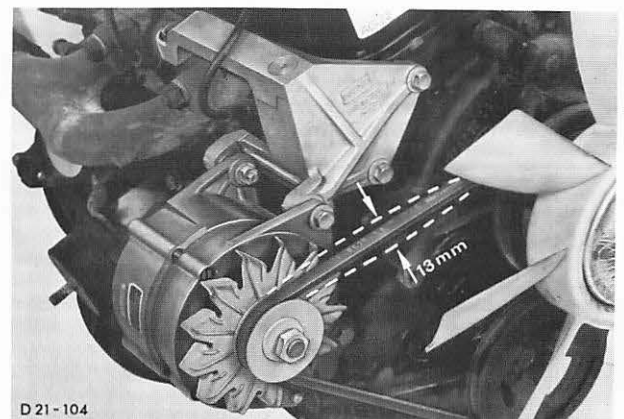

Abb. 257 Keilriemen – Lichtmaschine, „C“-Motor, spannen
9. Zündkabel aufstecken, Ansaugeräuschkämpfer montieren. Lichtmaschine mit Halter anschrauben und Kabel anschließen. Keilriemen auflegen und so spannen, daß das Gesamtspiel zwischen Lichtmaschine und Lüfter 13 mm beträgt, Abb. 257. Batterie-Massekabel befestigen.